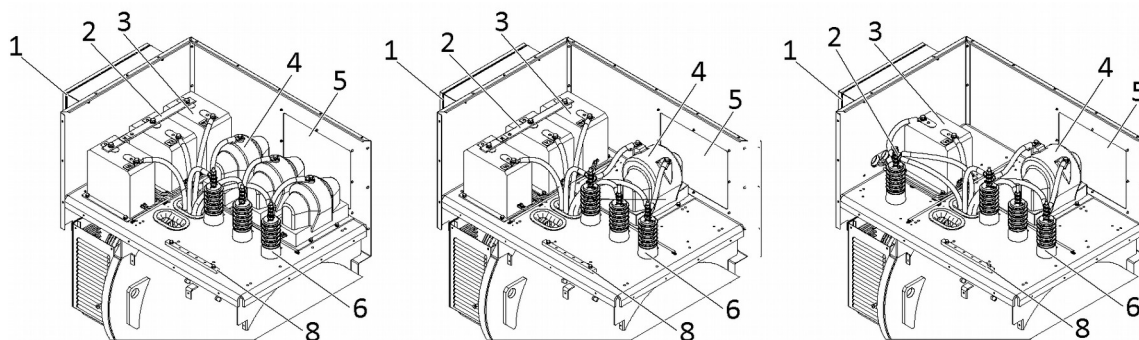
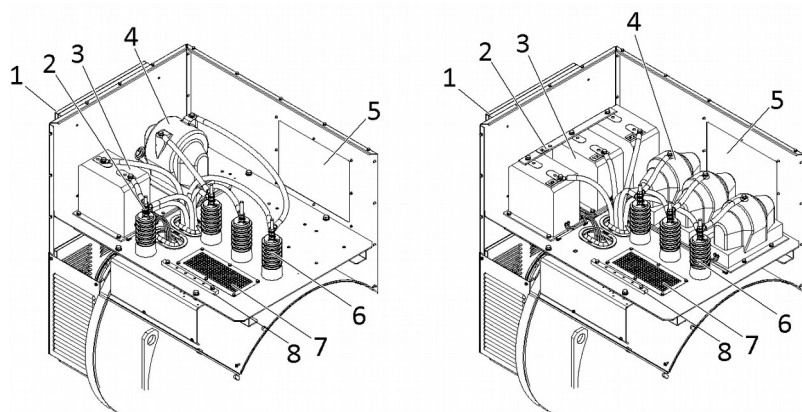

Figura 15- Scatola terminali ECO 43
Figura 16- Scatola terminali ECO 46
Eseguire il collegamento dell'alternatore all'utenza facendo riferimento a Figura 16- e Figura 15- .
- 3- Sensore di corrente (TA)
- 4- Sensore di tensione (TV)
- 6- Morsetti di collegamento fasi (U-V-W da sinistra a destra in Figura 16- e Figura 15-)